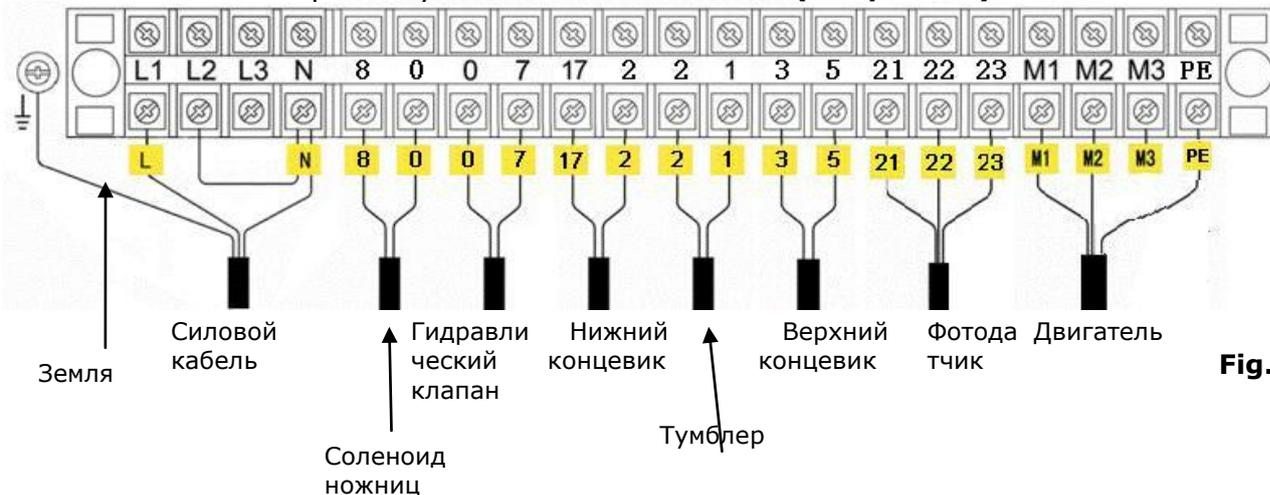

Fig. 29
3.1 Подключите проводку и концевик к колодке (См. рис. 29).